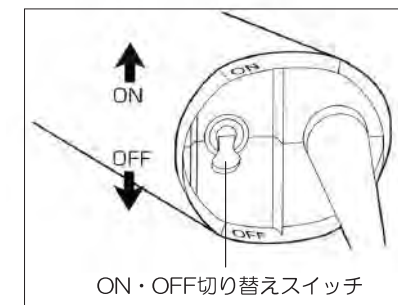

図13
- 本機後部にある、ON・OFF切り替えスイッチをON側に倒すとスイッチが入り、OFF側に倒すとスイッチが切れます。(図13参照)